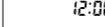

Abbildung 2
- Sobald Sie die Batterie einsetzen oder das Blutdruckmessgerät ausschalten, wechselt es in den Uhrmodus, und das LCD zeigt abwechselnd Uhrzeit und Datum an. Siehe Abbildung 2 und 2-1.